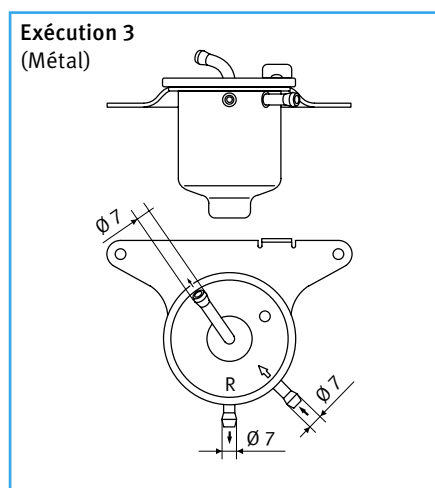

Fig. 20 Séparateur de bulles de gaz
• **Exécution 3** (Fig. 20) avec un volume plus important et un gicleur fixe pour le retour. Ce séparateur contient et dégage une plus grande quantité de carburant à proximité du carburateur. En cas de départ à chaud, le carburant dégazé pénètre dans la cuve du flotteur et évite la formation de mousse qui conduirait à l'arrêt du moteur.